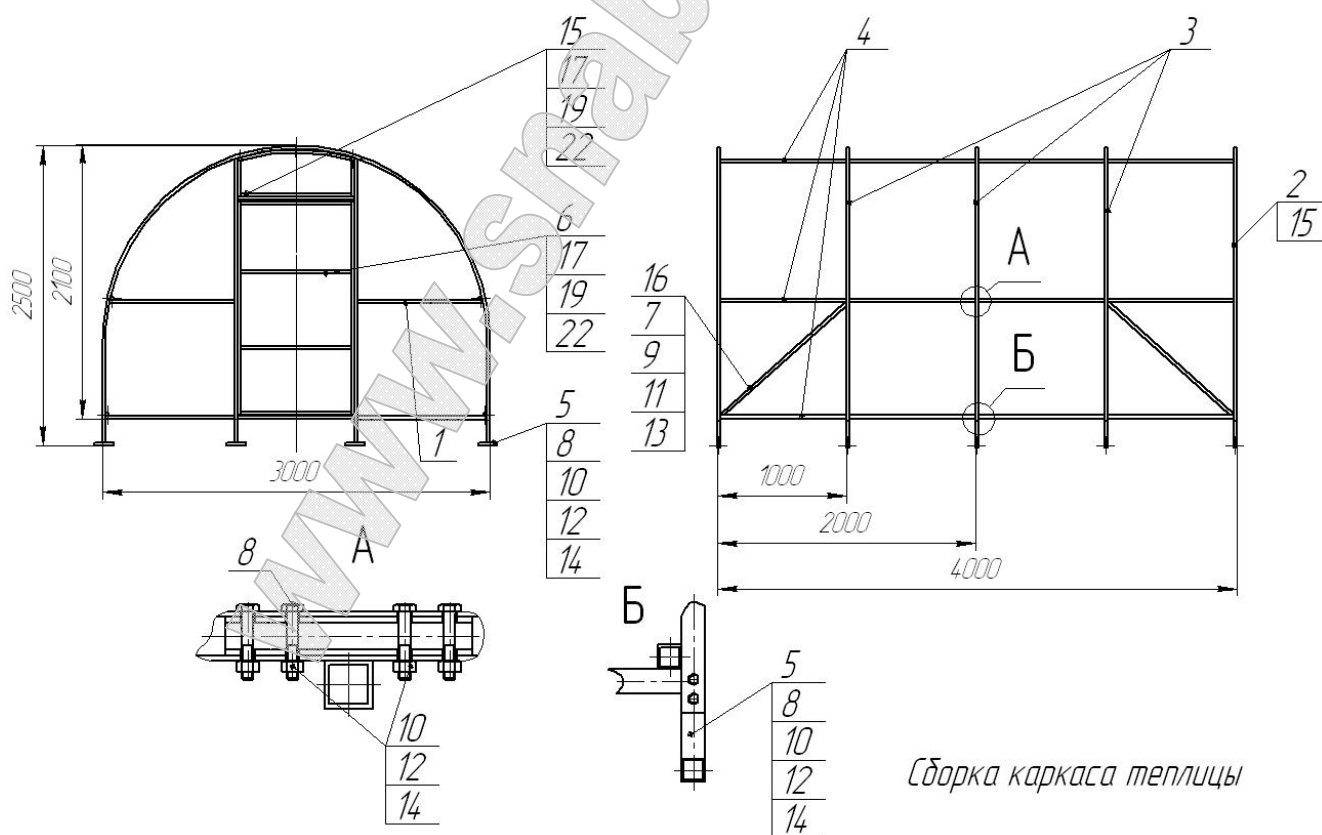

Рис. 2
5.7.2. Произвести крепление распорок поз.№16 по рис.2 болтами поз.№7, гайкой поз.№9 через шайбы поз.№11 и поз.№13, с предварительной сверловкой отверстий Ø5,5мм.